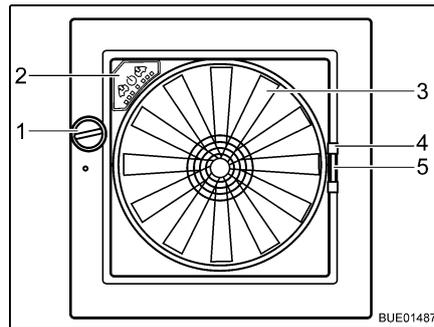

Fig. 101 Oblò Omni-Vent
- Apertura:** ■ Ruotare la manopola (Fig. 101,1), finché non si raggiunge l'angolo di apertura desiderato.
- Chiusura:** ■ Ruotare la manopola (Fig. 101,1), finché l'oblò non è completamente chiuso.
- Chiusura:** ■ Tirare la protezione contro gli insetti per la maniglia (Fig. 101,4) verso il lato opposto del telaio.
- Chiusura:** ■ Serrare la maniglia (Fig. 101,5) dell'oscurante.
Se l'oblò è aperto, l'abitacolo può essere ventilato e sfiato con il ventilatore a 6 stadi (Fig. 101,3). Il ventilatore si controlla dal quadro di comando (Fig. 101,2).